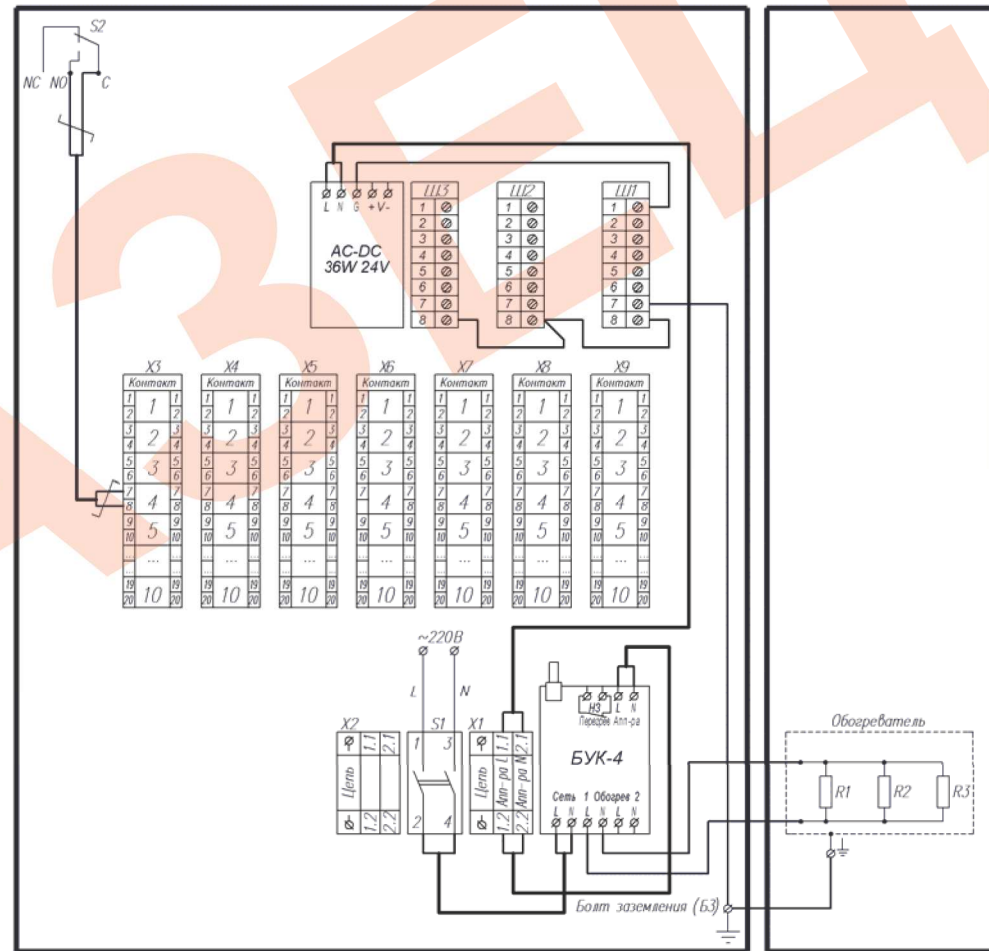

Рис.2 Схема электрическая принципиальная.
Подключение цепей термошкафа производится в соответствии со схемой электрической принципиальной (рис.2). Для подключения необходимо:
2. Подключить кабель питания видекамеры к AC/DC преобразователю, соблюдая полярность (рис.2).